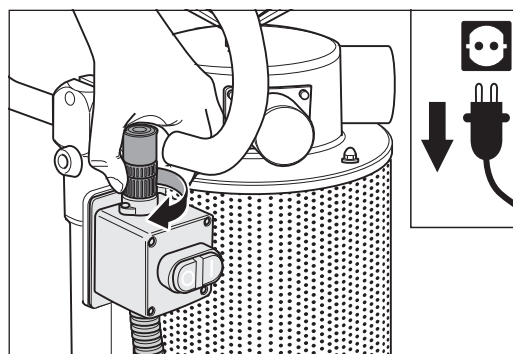

Abb. 62 Den Gewinding des Kabelsteckers **im Uhrzeigersinn** am Ein-/Ausschalter festschrauben.
- 5 Schrauben Sie den Gewinding des Kabelsteckers **im Uhrzeigersinn** am Ein-/Aus-Schalter fest (Abb. 62).